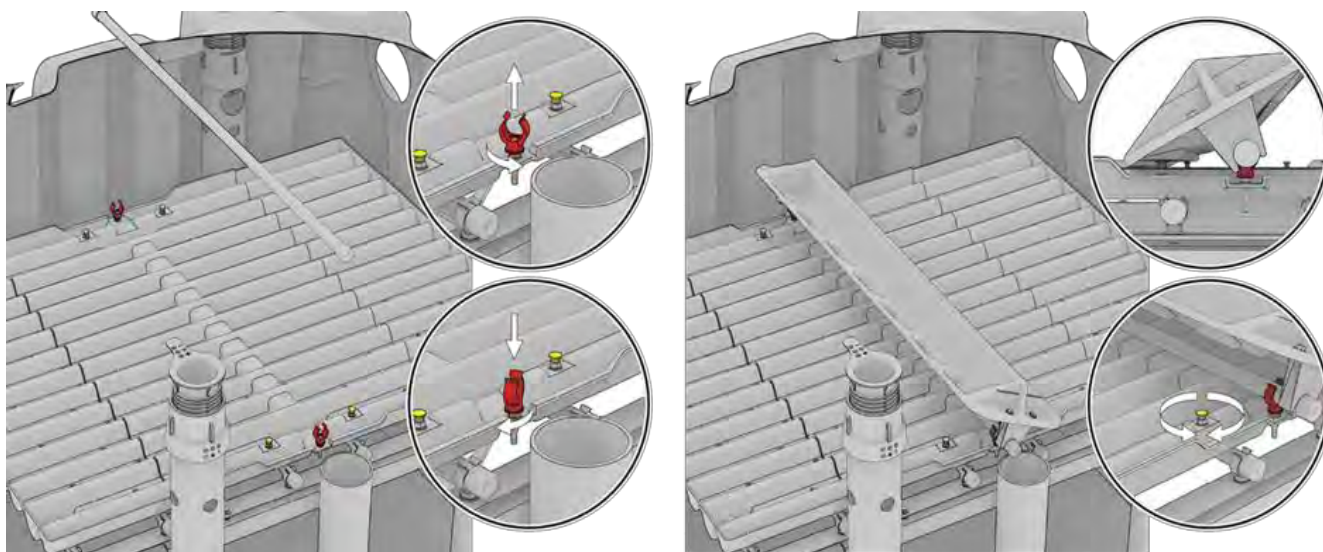

Fig. 42: Ajuster la planéité du système de répartition avec un niveau à bulles
4. Si nécessaire, ajuster l'alignement de l'axe support de l'auget basculant à l'aide des deux colliers plastiques (en rouge sur Fig. 42). Le cas échéant, ajuster la position des taquets (en jaune sur Fig. 42) afin que l'auget soit en contact avec les deux à chaque basculement (2 taquets de part et d'autre de l'axe support).